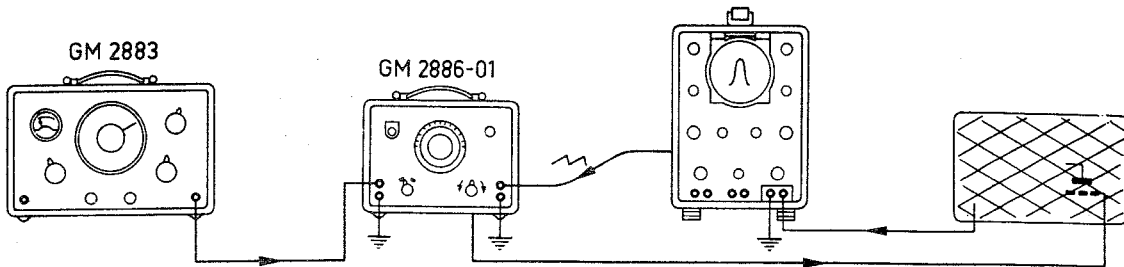

Fig. 5
2. Controleer de lineariteit van de frequentiezwaai. (Zie fig.5). Maak hiertoe de doorlaatkromme van een ontvanger (bij 1 MHz) zichtbaar op een oscillograaf en stel de beeldbreedte met R1 in op 1,5 cm.
Meetopstelling volgens fig.5.